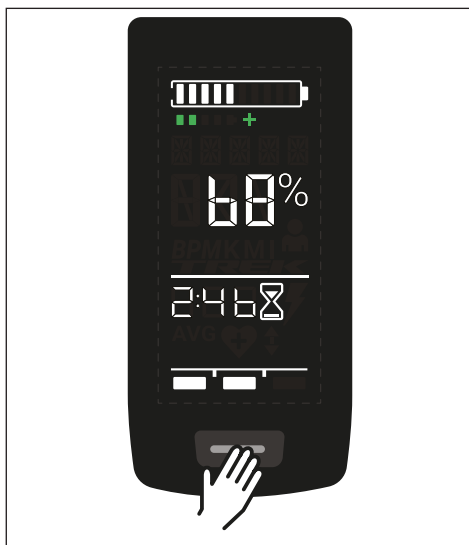

Fig. 3: Pulsante su Display
- ▶ Accendere l'unità motrice **brevemente** premendo il pulsante (vedere Fig. 3) su Display.
- ▶ Spegnere l'unità motrice **premendo a lungo** il pulsante (vedere Fig. 3) sul Display.